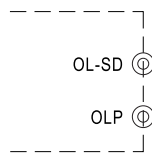

图 5.1 移除 CN3 的短路连接器
- (1) 移除 CN3 的短路连接器, 如图 5.1 所示, 过载保护模式为持续恒电流限制